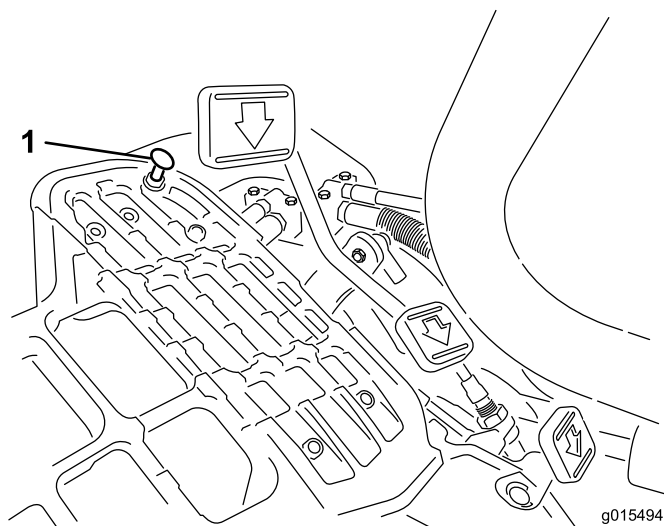

Figura 50
Para obter a velocidade máxima de transporte, engate a alavanca de controlo de função na posição de transporte e carregue para baixo no pedal de tracção. Se o pedal entrara em contacto com o batente (Figura 50) antes de se sentir tensão no cabo, é necessário efectuar um ajuste:
1. Ponha a alavanca de controlo de função na posição de transporte e liberte a porca de bloqueio que fixa o batente do pedal à placa inferior (Figura 50).